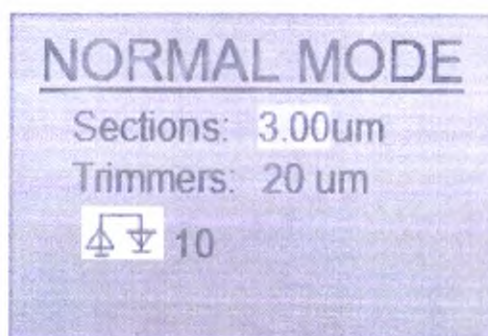

Рисунок 11. Отображение работы в нормальном режиме на дисплее панели управления
Для перехода в РЕЖИМ ЦЕЛЬНОЙ РЕЗКИ (ENTIRE MODE) необходимо нажать Кнопку перехода в меню настроек (Рисунок 7, (2)). Нажатием кнопки выбора режимов (Рисунок 7, (3)) выбирается необходимый режим (ENTIRE MODE). Удерживая кнопку перехода в меню настроек (Рисунок 7, (2)) подтверждается выбранный режим работы. На дисплее появится надпись ENTIRE MODE и параметры установленные для работы в этом режиме (Рисунок 11).